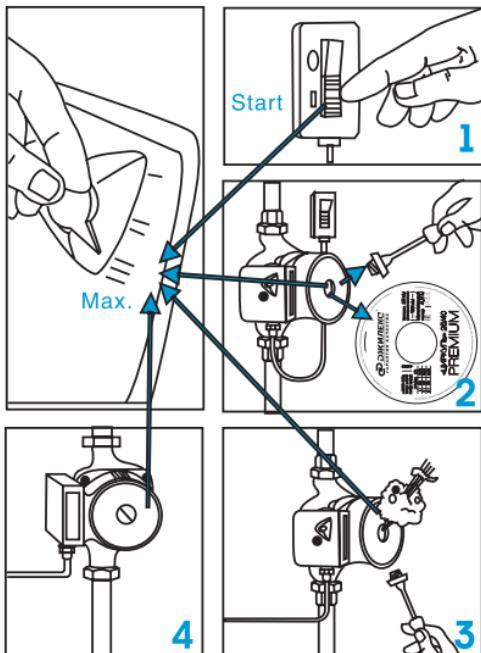

Рисунок 4
6.1 Удаление воздуха (рисунок 4)
Для выпуска воздуха из насоса необходимо выкрутить винт на обратной стороне электромотора (рисунок 4) – воздух начнет